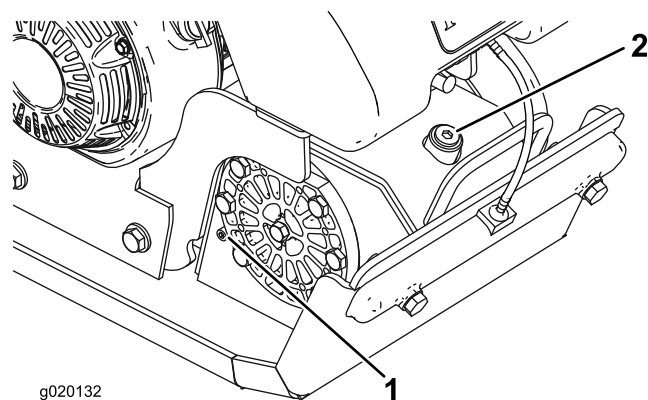

Figure 20
2. Placez un bac de vidange sous le bouchon d'huile et retirez la vis du bouchon d'huile sur le côté du carter d'excentrique (Figure 20).
2. Placez un bac de vidange sous le bouchon d'huile et retirez le bouchon de remplissage ainsi que la vis du bouchon d'huile (Figure 20). Placez un bac de vidange sous le bouchon d'huile.
3. Inclinez le compacteur légèrement en avant et utilisez un pistolet à aspiration pour aspirer l'huile par l'orifice de remplissage (Figure 20).
4. Versez de l'huile lentement par l'orifice de remplissage jusqu'à ce qu'elle déborde par le bouchon d'huile (Figure 20).